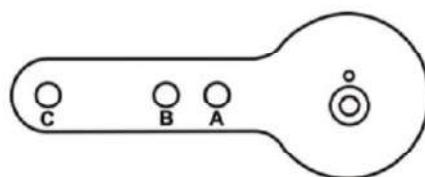

Рис. 17. Рычаг для привода моделей 87/88 Multispring компании Masoneilan
3. Выбрать монтажное отверстие А, В, С или D для хода клапана. Например, отверстие В изображено на Рис. 17 на стр. 32 для размера привода 10 с ходом 1,0". Если не указано иное, при монтаже SVI II AP предполагается, что привод устанавливается в обычном вертикальном положении. Монтажное отверстие в щелевом отверстии монтажного кронштейна должно располагаться слева, если смотреть со стороны привода, при этом привод должен находиться в вертикальном положении.
6. Присоединить конец штока с правой резьбой к рычагу SVI II AP с помощью винта с головкой под ключ 1/4-20 × 1" и гайки, как показано на рисунке. Положение отверстия рычага, которое будет использоваться, зависит от хода конкретного клапана. См. Рис. 17 на стр. 32 и раздел «Выбор соединения двустороннего клапана», Табл. 4 на стр. 33.)